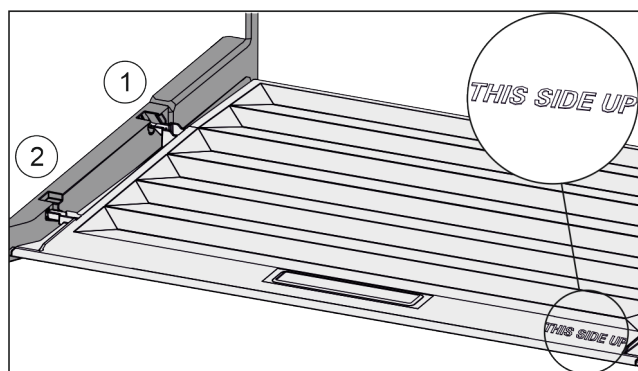

Fig. 84
- ▶ Introduire les rainures du couvercle par l'orifice du support arrière Fig. 84 (1) et les enclencher à l'avant dans le support Fig. 84 (2).